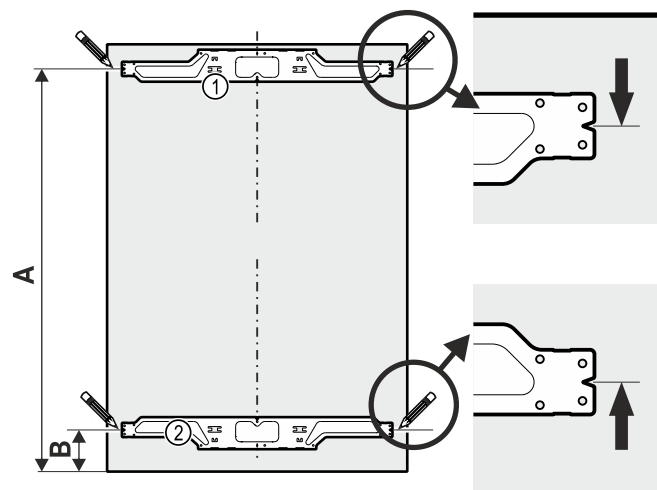

Fig. 27
- Označte čáru ve vzdálenosti Fig. 27 (A).
- Označte čáru ve vzdálenosti Fig. 27 (B) od spodní strany čela nábytku.
- Horní upevňovací úhelník Fig. 27 (1) vyrovnejte podle vzdálenosti Fig. 27 (A) a připevněte jej nejméně šesti šrouby 4x14.
- Spodní upevňovací úhelník Fig. 27 (2) vyrovnejte podle vzdálenosti Fig. 27 (B) a připevněte jej nejméně šesti šrouby 4x14.